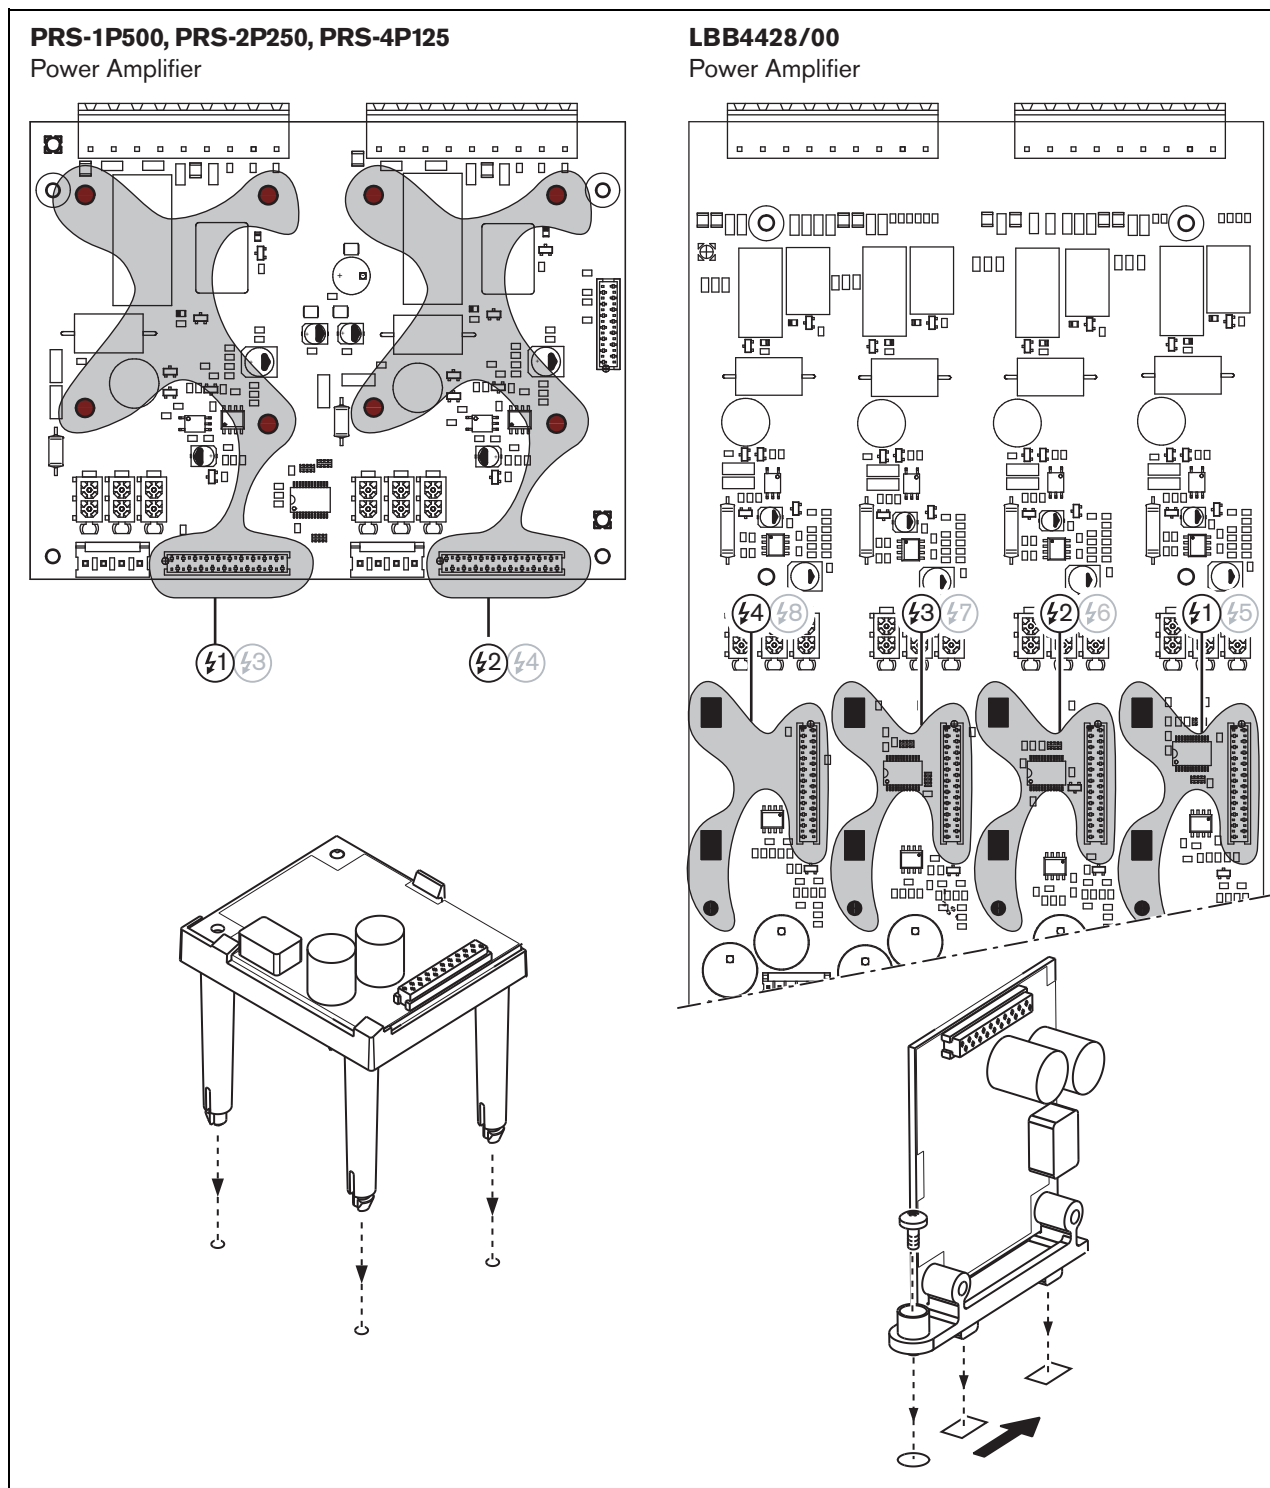

figura 12.4: Montaje del maestro de supervisión
- 1 Quite la tapa del amplificador de potencia y localice la placa de salida (consulte figura 12.4).